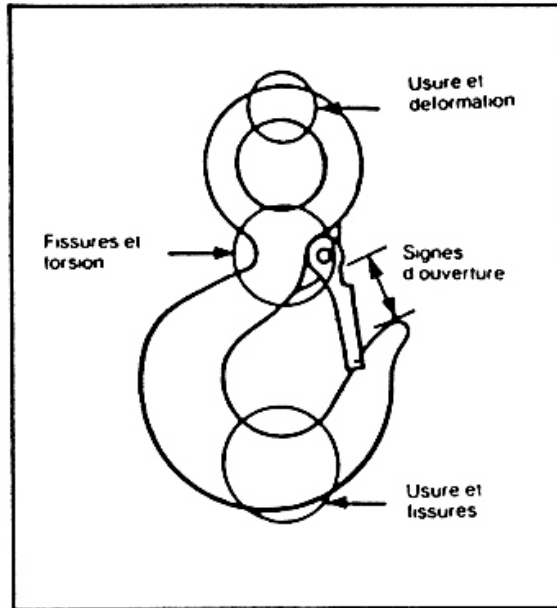

Figure 6 – Points d'inspection des crochets
- c) les moufles à chape ouvrante (voir figure 6),
Il faut vérifier tous les crochets fréquemment. (voir figure 6). Il faut voir si la selle du crochet est usée, si le crochet est fissuré, gravement corrodé ou tordu. Il faut mesurer soigneusement l'ouverture de la gorge. Quand un crochet est surchargé ou quand il commence à faiblir, la gorge s'ouvre. S'il y a des signes d'ouverture ou de déformation, il faut détruire le crochet. Si on le met simplement de côté sans le détruire.